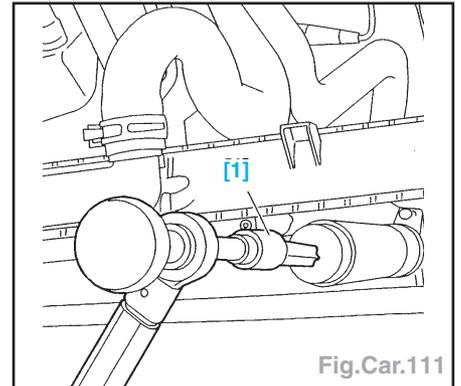

Fig.Car.111
- Huiler les joints toriques (9) avec de l'huile compresseur de climatisation.
- Reposer la cartouche filtrante et dessiccative ; à l'aide de l'outil [1] (Fig.Car.111).